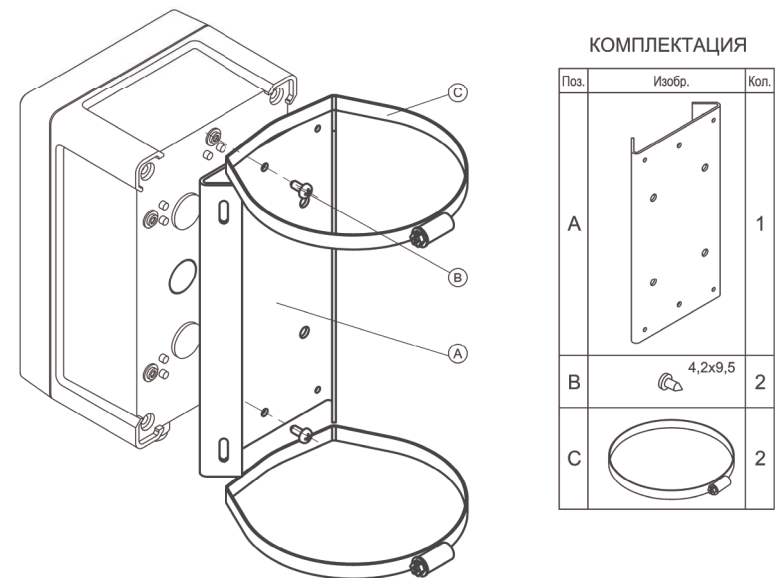

Рис.4 Монтаж блока питания на кронштейн КС-1
3. Кронштейн КС-1 для крепления блока питания БПУ-2-220VAC-24VDC/2,0А на опоры \emptyset ; \square =115÷135мм (другой размер – под заказ). Монтаж кронштейна см. рис.4.